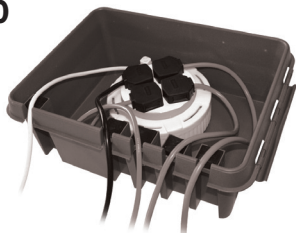

FIG 1
- > Kontroller, om boksen er fuldstændig. Leveringen omfatter: To håndtag (1 håndtag på hver side af boksen), underdel af boksen og låg. Se fig. 1.
- > Kontroller om boksen er komplett. Leveringen omfatter: To håndtak (1 håndtak på hver side av boksen), underdel av boksen og lokk. Se fig. 1.
- > Kontrollera att boxen är komplett. Leveransen innehåller: Två handtag (1 handtag på varje sida av boxen), boxens underdel samt lock. Se fig. 1.
1. Make sure your box is complete with two handles (one on either side of the box), main box & lid. See Fig 1.